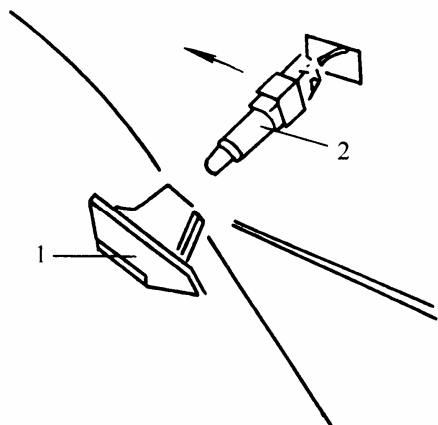

图 9-87 侧转向灯拆卸
1) 拆卸 向车前方向推动侧转向灯的灯盒，拉出侧转向灯，并拔出灯座（图 9-87）。